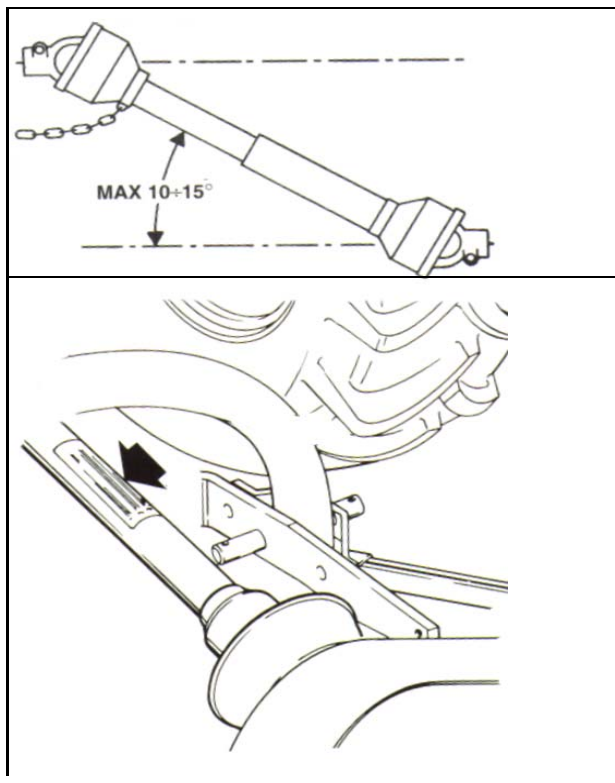

Fig.17 Conexión del cardan
- 1) Divida el cardan en dos mitades, conecte una parte a la toma de fuerza de la trituradora y la otra a la del tractor. Alze y baje el elevador hidráulico para encontrar la longitud mínima "L" (Fig. 17 A) e indíquelo en el cardan.
- 6) La máxima angulación del cardan está fijada en 15° (vease Fig. 17 F).
- 7) Abroche las cadenas que ha recibido con el cardan (vease Fig. 17 E) para evitar la rotación de los dispositivos de seguridad.
- 8) Lubrique el cardan siguiendo las instrucciones dadas por el fabricante (véase Fig. 17 B).